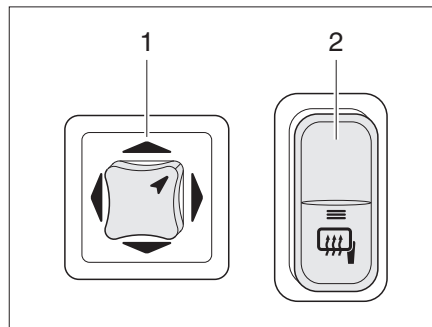

Bild 30 Schalter für elektrisch einstellbare Außenspiegel und Spiegelheizung
- Den Spiegel, der eingestellt werden soll, wählen. Dazu den Drehschalter (Bild 30,1) nach links oder rechts drehen.
- Den Spiegel durch Drücken des Schalters (Bild 30,1) in die entsprechende Richtung einstellen.
Heizung einschalten: ■ Den Schalter (Bild 30,2) drücken. Die Kontroll-Leuchte im Schalter leuchtet orange und zeigt den Betrieb an.